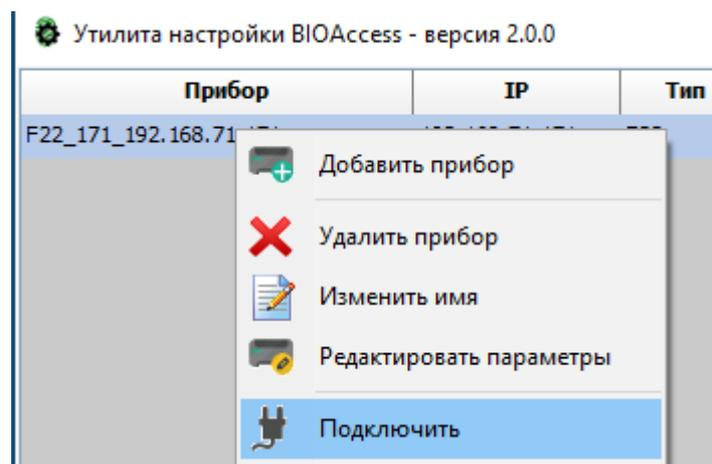

Рис. 26
- выбор пункта меню «Подключить» из выпадающего меню (рис. 26);